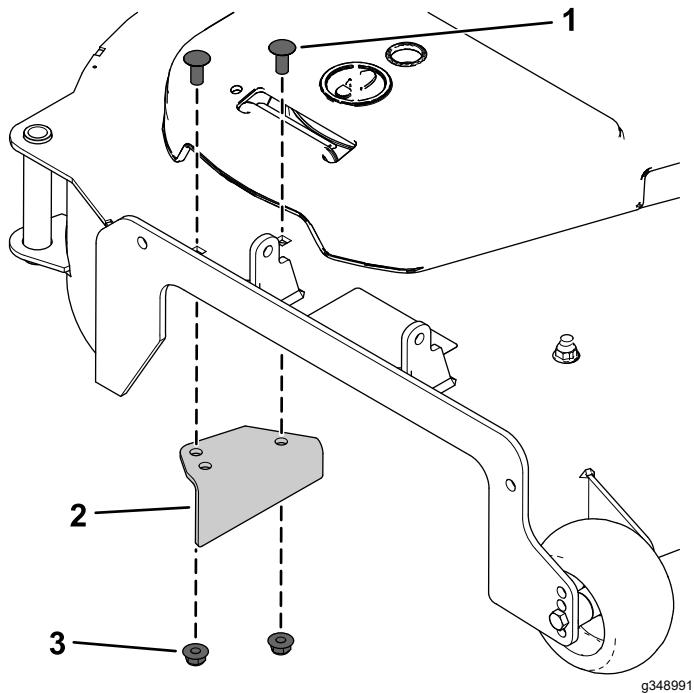

Figura 6
4. Montate il nuovo deflettore di scarico utilizzando 2 bulloni a testa tonda ($\frac{3}{8}$ " x $\frac{7}{8}$ ") e 2 dadi di bloccaggio ($\frac{3}{8}"), come illustrato nella Figura 6.$